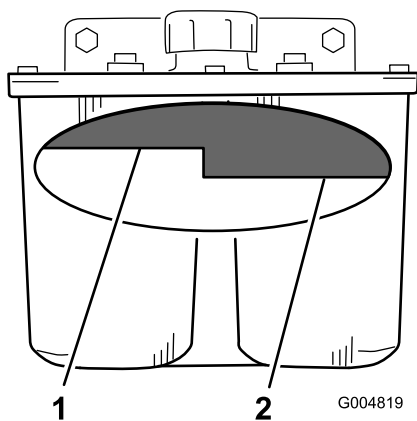

Figura 72
2. Pulite intorno al collo del bocchettone del serbatoio idraulico (Figura 72).
3. Togliete il tappo dal collo del bocchettone. Guardate all'interno per verificare se il serbatoio contiene del fluido (Figura 72).
Nota: Quando è caldo, il fluido deve raggiungere la parte superiore del livello a caldo sul diaframma (Figura 72).